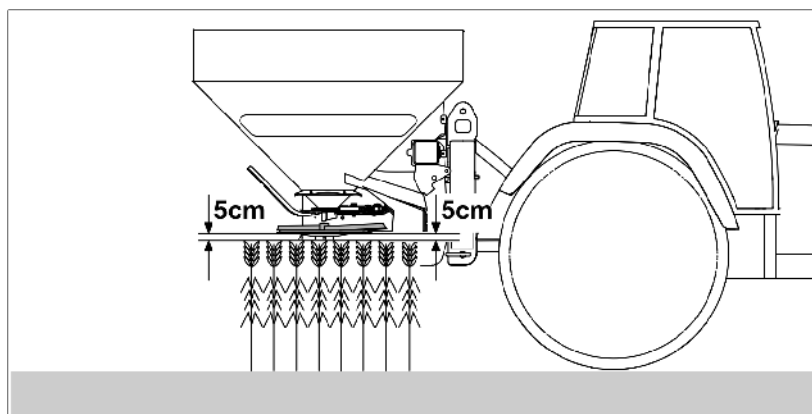

Рис. 60
- Меню "Работа": выбрать автоматическую калибровку распределителя (Рис. 60 /1).